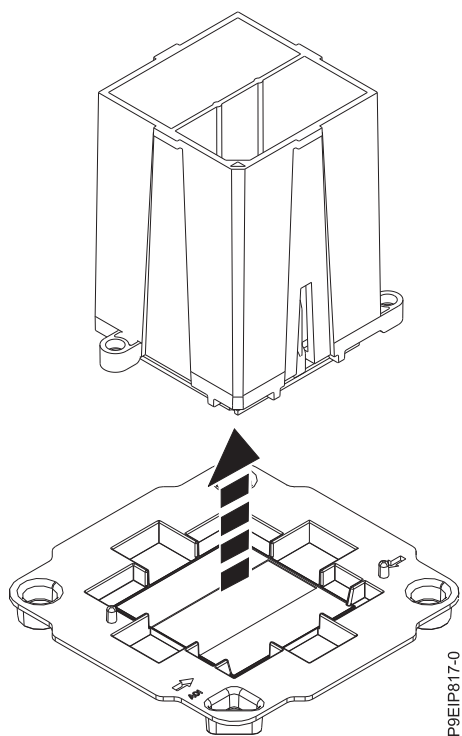

Figura 92. Levantando o módulo de processador do sistema da bandeja do pacote
6. Levante o módulo de processador do sistema da bandeja do pacote, conforme mostrado na Figura 92 na página 80.